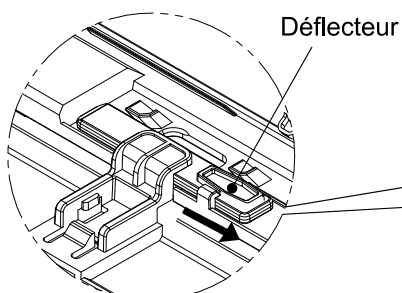
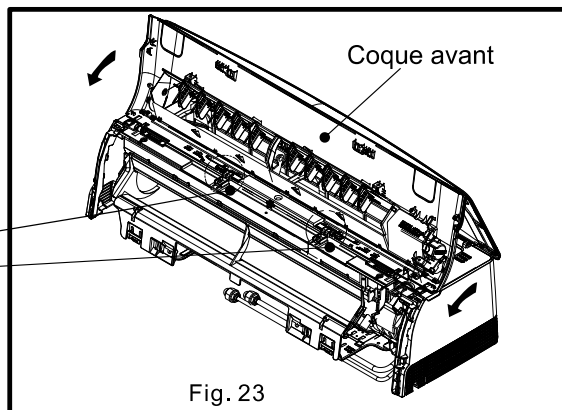
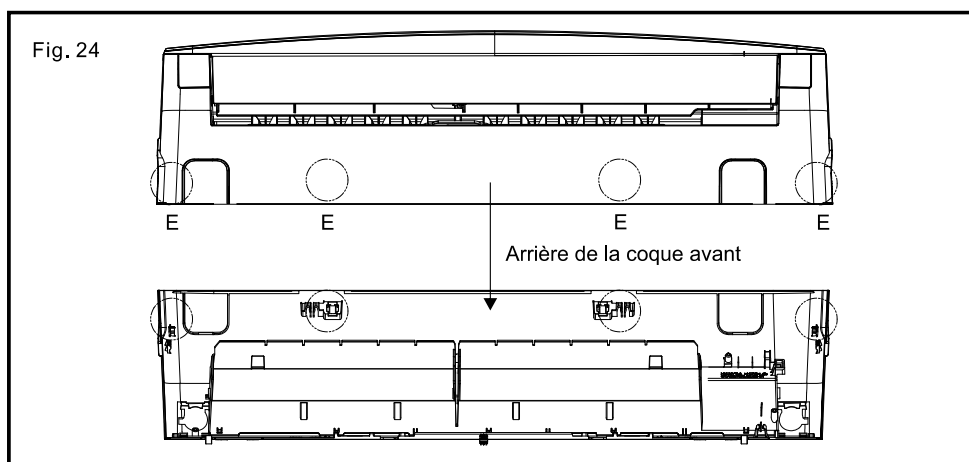
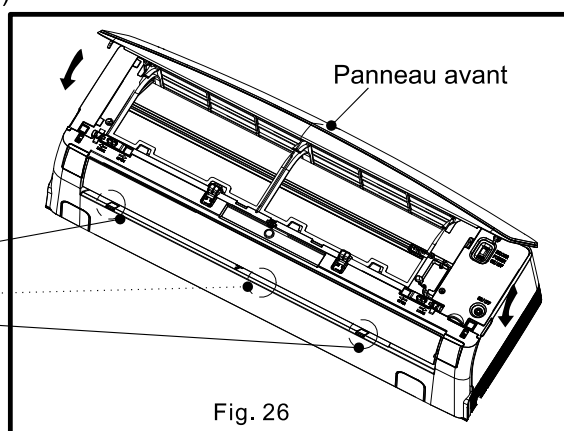

Fig. 22
Fig. 23
Fig. 24
Fig. 26
- 10) Tirez les déflecteurs comme illustrés sur la Fig. 22. Fermez la coque avant comme illustrée sur la Fig. 23. Ensuite en position E, appuyez pour attacher la coque avant comme illustrée sur la Fig. 24.
12) Fermez le panneau avant comme illustré sur la Fig. 26.
Fermez le panneau avant et la coque avant se référer aux Fig.22~Fig.26 de l'INSTALLATION DE L'UNITÉ INTÉRIEURE.